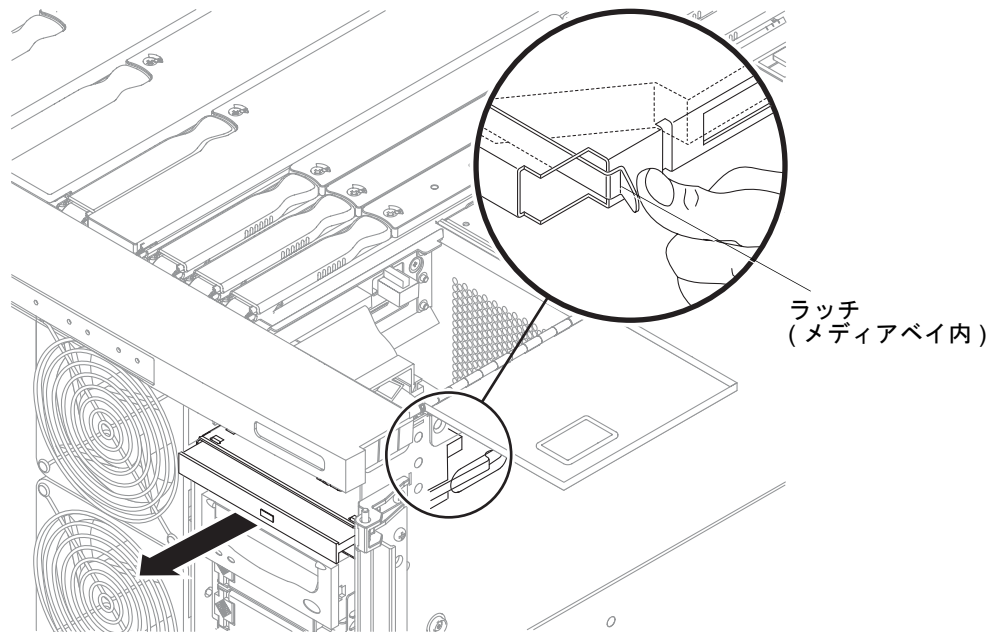

図 6-15 DVD-ROM ドライブの取り外し
5. メディアベイの内側で、金属製のラッチを右に押します (図 6-15)。ラッチはドライブを固定しています。
6. バックプレーンコネクタから DVD-ROM ドライブを外します。システムの正面から、DVD-ROM ドライブを強く引っ張ります (図 6-15)。